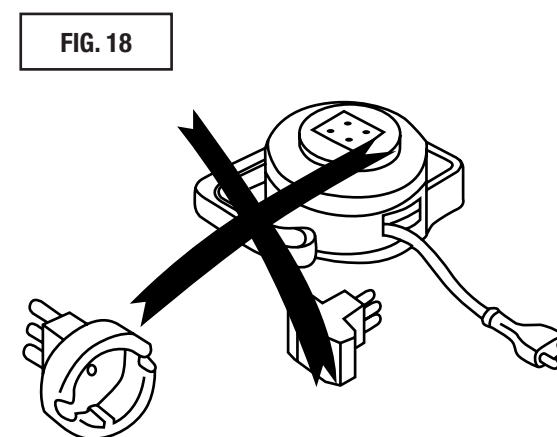

FIG. 18
- NON utilizzare prese multiple, prolunghe o adattatori non conformi (Fig. 18).